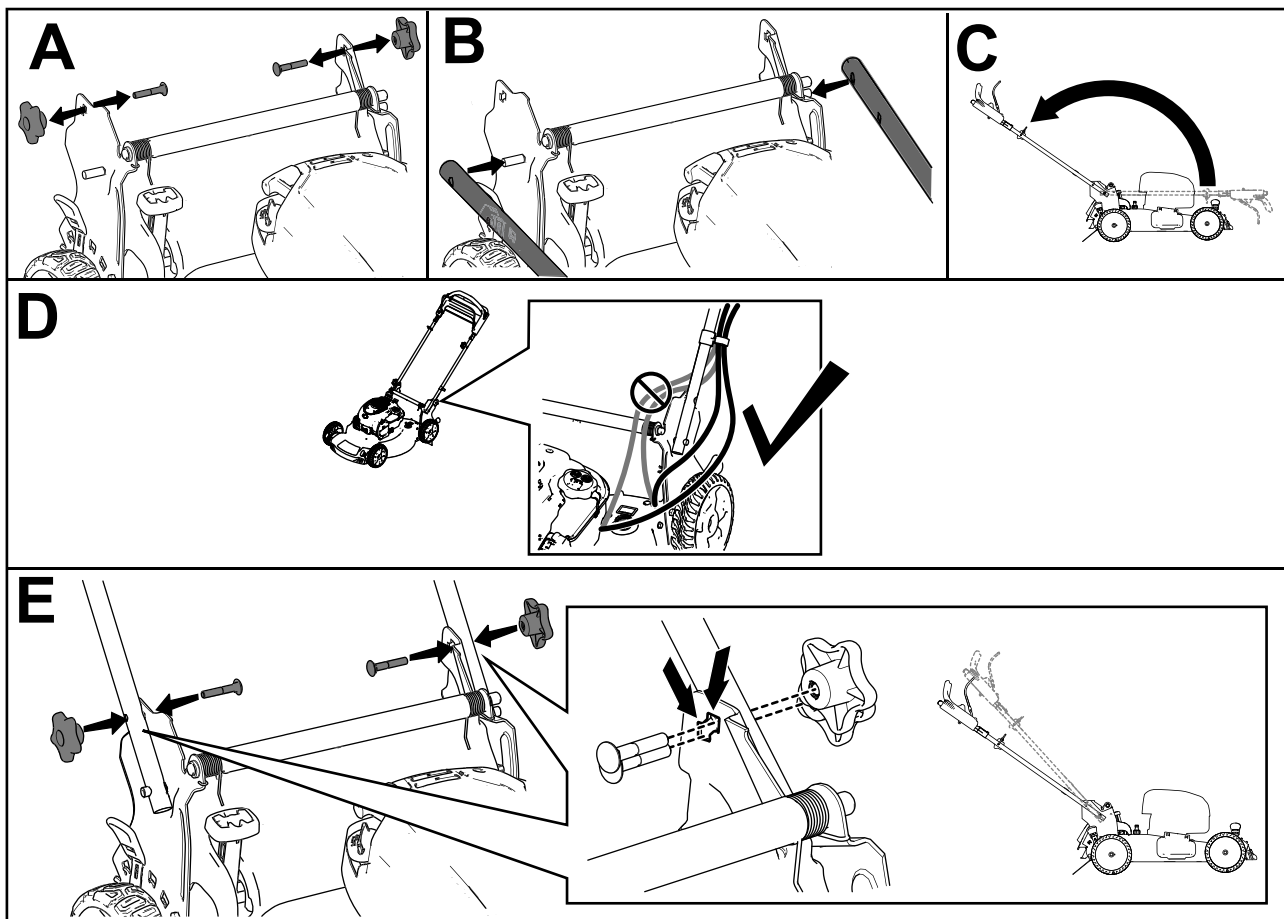

Рисунок 3
**Примечание:** Убедитесь в том, что кабели проведены с наружной стороны рукоятки и не были зажаты (вид D на Рисунок 3).